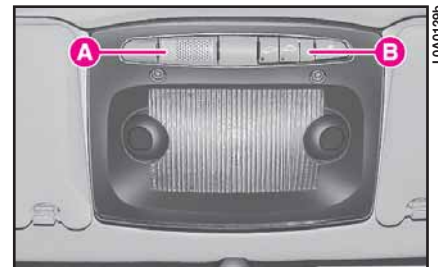

fig. 31
1) saque los tapones **A** y **B** (fig. 31) introducidos a presión, haciendo palanca con un destornillador por el lado externo;